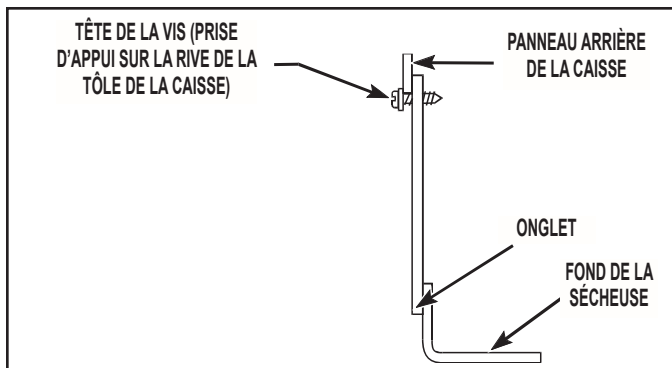

FIGURE 21
23. Utiliser la vis fournie avec l'ensemble pour immobiliser la plaque à la position correcte; insérer la vis de retenue dans le plus petit trou de la plaque pour immobiliser la plaque à la position identifiée à la Figure 21.